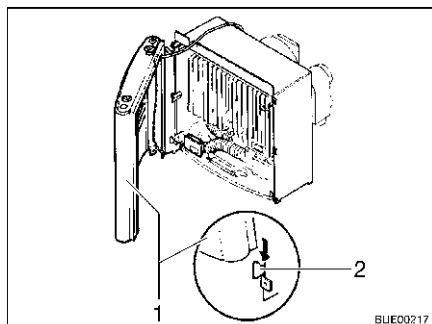

Fig. 111 Copertura del riscaldamento, passanti di sostegno
- Montare la copertura del riscaldamento. Collocare la copertura (Fig. 111,1) sui passanti di sostegno inferiori (Fig. 111,2).